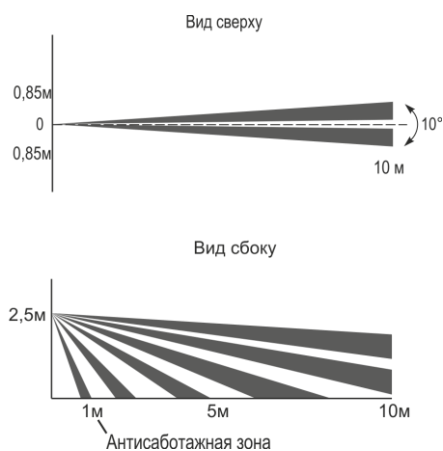

Рисунок 2.2 Диаграмма поверхностной зоны обнаружения (исполнение Б)
- поверхностная (диаграмма поверхностной зоны обнаружения – рис. 2.2)